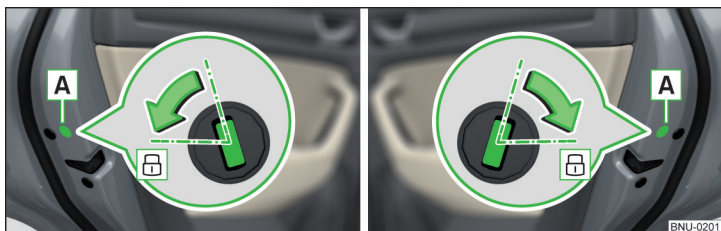

Fig. 284 Portiera stânga / dreapta
- În cazul autovehiculelor cu masca **A**, înlocuiți-o » **fig. 284**.